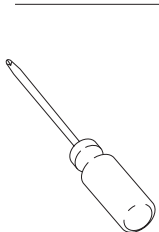

Fig. 2
- un cacciavite a croce Phillips (Fig. 2)
- a Phillips cross-head screwdriver (Fig. 2)
- ein Phillips Schraubenzieher (Abb. 2)
- un destornillador de cruz, tipo Phillips (Fig. 2)
- een kruiskopschroevendraaier (Fig. 2)